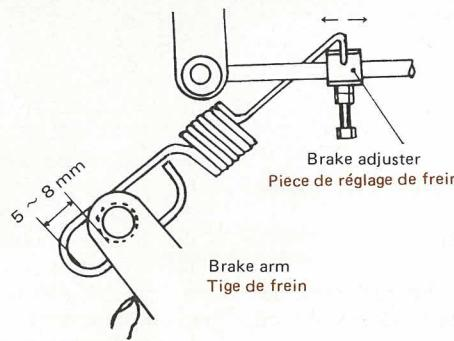

Fig. 6-3
that the spring has 5-8mm space as illustrated. (See Fig. 6-3). Then fasten the lock nut.
- (4) Manipulate the main clutch and confirm that the brake adjuster touches nowhere.
- (5) Confirm that the clutch becomes disengaged and no brake works when the main clutch lever is set to the position of "DIS-ENGAGED". Also confirm that the brake works when the main clutch is set to the position of "BRAKE". (See Fig. 6-3).
(3) En déplaçant la pièce de réglage de frein dans la direction des flèches, procéder à la réglage de sorte que le ressort présente un espace de 5-8mm comme illustré. (Voir Fig. 6-3) Serrer alors le contre-écrou.
- (4) Actionner l'embrayage principal et s'assurer que la pièce de réglage du frein ne touche nulle part.
- (5) S'assurer du débrayage et que le frein ne fonctionne pas quand le levier d'embrayage principal est placé à la position de débrayage (DISENGAGED). S'assurer également que le frein fonctionne quand l'embrayage principal est placé à la position "frein" (BRAKE). (Voir Fig. 6-3)